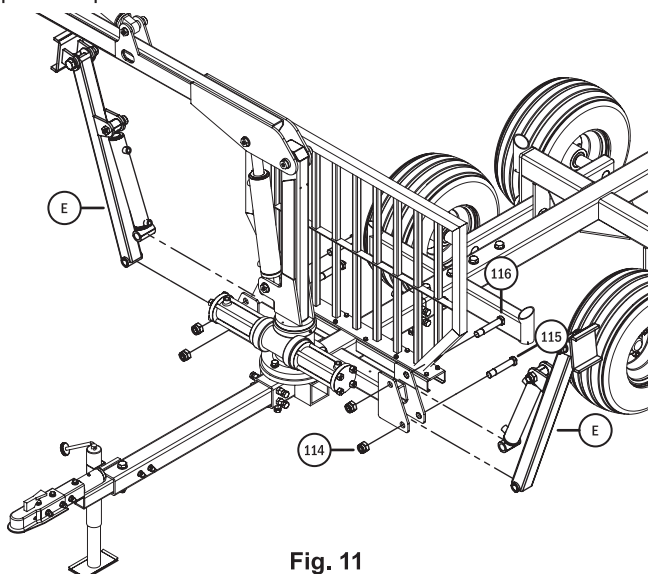

Fig. 11
Étape 14 : Installez les béquilles de support du stabilisateur. Installez une béquille de support du stabilisateur (E, **fig. 11**) en retirant l'axe de pivotement inférieur (115) et l'écrou (114), alignez les trous entre la béquille et la base du châssis du stabilisateur et insérez l'axe de pivotement (115). Comme la béquille de support du stabilisateur nécessite un mouvement libre, l'écrou (114) doit être serré uniquement jusqu'à ce qu'ils touchent contre l'axe de pivotement (115). Laissez la béquille de support du stabilisateur (E) reposer sur le sol. L'axe de pivotement supérieur (116) doit être installé plus tard, après le raccordement des tuyaux flexibles hydrauliques, pour empêcher l'huile de fuir du vérin.
Étape 19 : Installez l'axe de pivotement supérieur sur les béquilles de support du stabilisateur. L'axe de pivotement supérieur (116) de l'ÉTAPE 14, fig. 11 peut être installé à ce stade. Retirez l'écrou (114) de l'axe de pivot (116), alignez le trou du vérin sur le trou de la base du châssis stabilisateur, puis installez l'axe de pivotement (116) et l'écrou (114). Comme la béquille de support du stabilisateur nécessite un mouvement libre, l'écrou (114) doit être serré uniquement jusqu'à ce qu'ils touchent contre l'axe de pivotement (116).
Étape 20 : Ajoutez de l'huile dans le système hydraulique. Le système hydraulique nécessite environ 13 l (13,5 Qt. US) de fluide hydraulique propre et non utilisé ISO 32 (10W). Utilisez un entonnoir pour ajouter l'huile dans le réservoir hydraulique par le bouchon de remplissage (89).